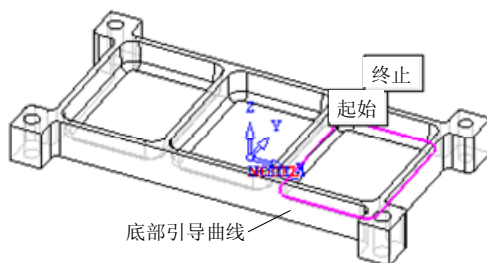

图 5-112 选择底部引导曲线 (3)
- 在“几何”框中单击“底部引导曲线”按钮, 选择如图 5-112 所示的边线为底部引导曲线, 然后单击鼠标中键确定, 返回“侧刃铣控制面板”对话框 (3)。